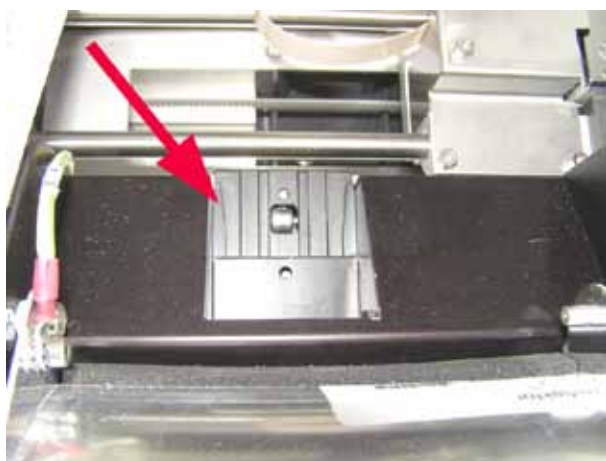

Fig. 47
- Rampa dispensadora de portamuestras (→ "Fig. 47")
La rampa debe estar limpia (→ "Fig. 47").